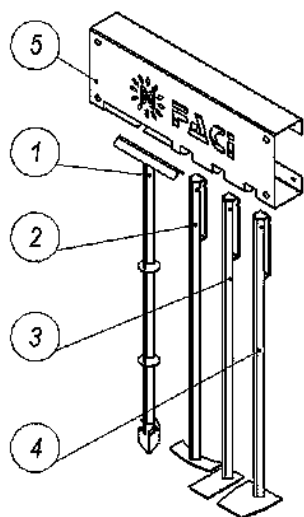

Рис. 9
- е) Дымовой aspirator (дымосос). (Рис.9).
Инвентарь (Рис. 9) является дополнительной опцией. В базовой комплектации предусмотрен банник. Инструменты инвентаря разработаны для эффективной очистки элементов котла от сажи и нагара. Крепится инвентарь по усмотрению владельца.